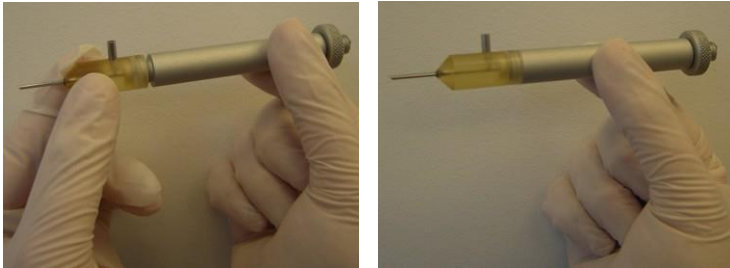

Figura 3-80. Enroscado del cabezal al cuerpo de la pieza manual
4. Enrosque el cabezal a la pieza manual, como se muestra en la Figura 3-80.